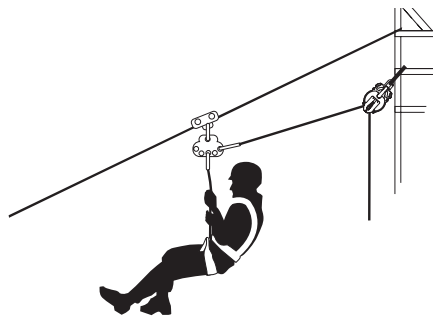

Fig. 12
7.3. Évacuation volontaire en plan incliné (Fig. 12)